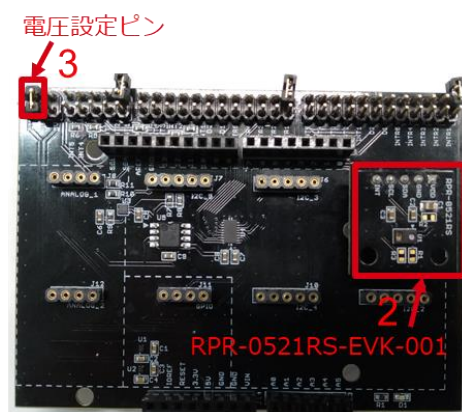

Figure 2. RPR-0521RS-EVK-001 と
2. SensorShield の I2C エリアに RPR-0521RS-EVK-001 を接続 (Figure 2)
3. SensorShield の電圧設定を 3.0V に設定 (Figure 2)